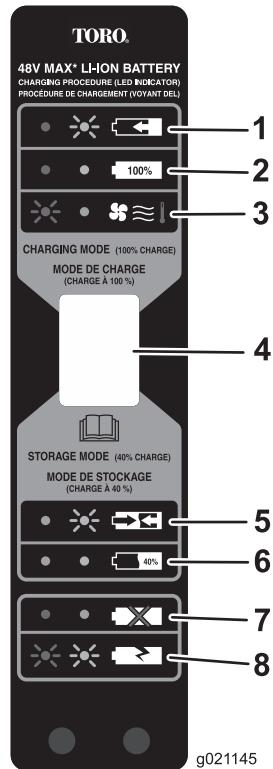

Figure 8
5. Reportez-vous à la Figure 8 pour interpréter les indications des diodes sur le chargeur de batterie.
Utilisez le mode de stockage (Figure 8) quand la batterie ne doit pas être utilisée pendant 1 mois ou plus.
4. Lorsque la batterie est prête au stockage (Figure 8, repère 6.), retirez-la du chargeur.